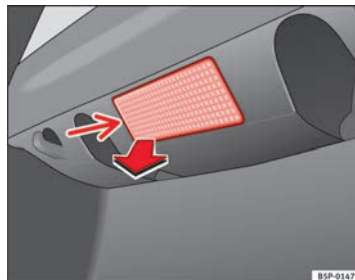

Fig. 191 Luz maletero
- Extraiga la tulipa haciendo presión sobre el borde de la parte interior de la misma -flecha- con ayuda de un destornillador por su parte plana ⇒ fig. 191.